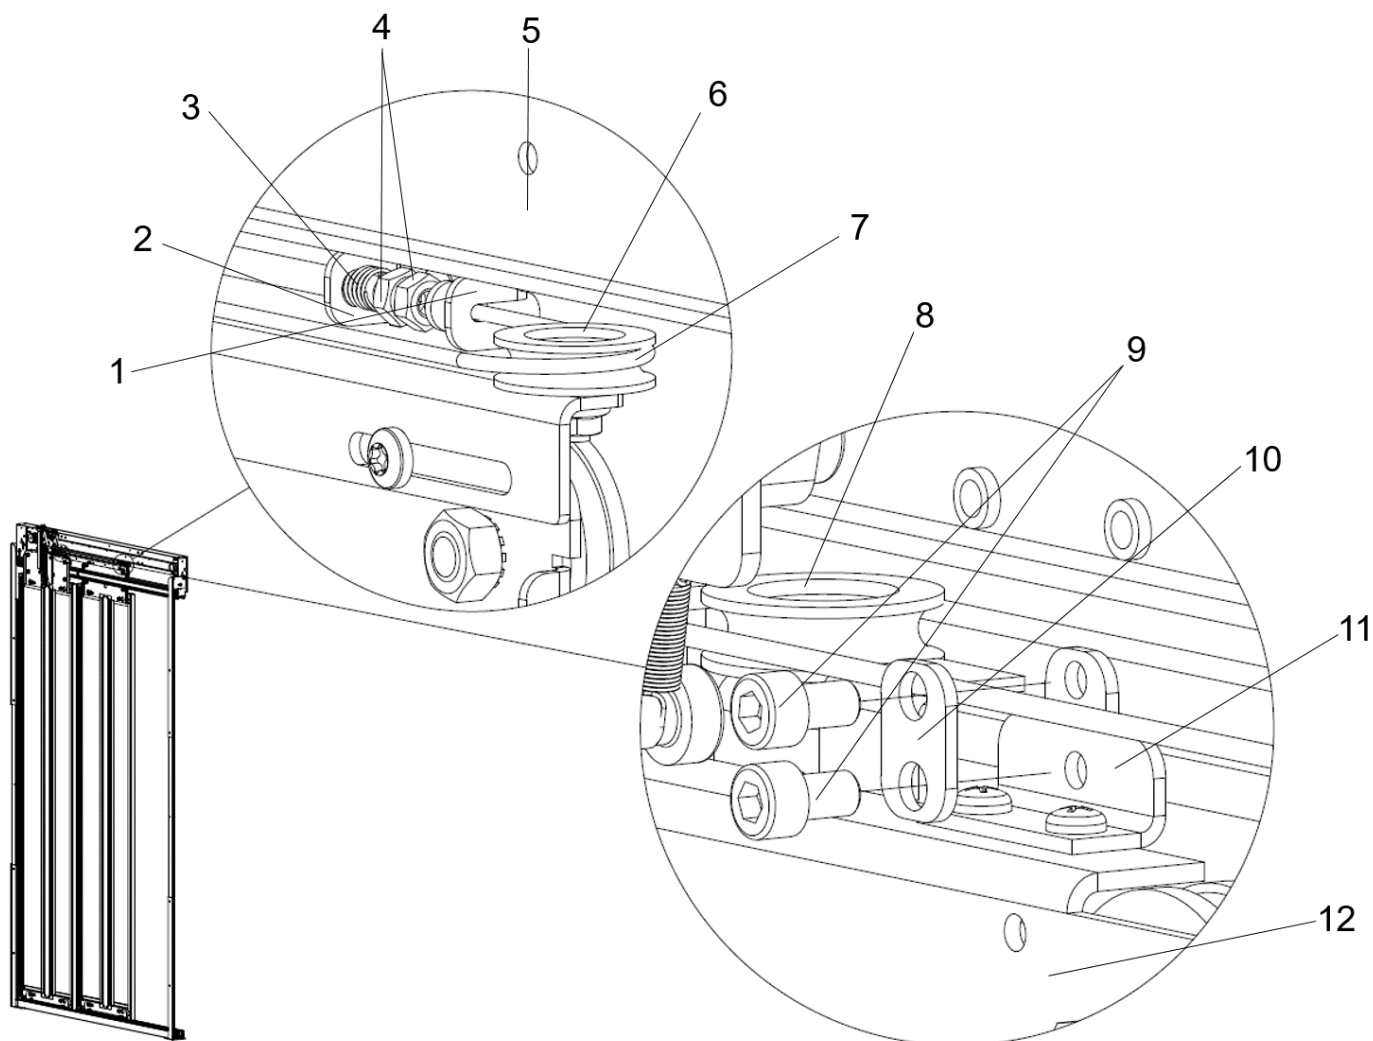

Fig. 48 Udskiftning af synkroniseringskabel
1. Løsn de møtrikker (4), som holder synkroniseringskablet (7) og fjederen (3), og skyd
synkroniseringskablet ud af det første hul (2) til synkroniseringskablet i dørboksen (5), se Fig. 48.
2. Løsn skruerne (9) og fjern den lille tilslutningsplade (10) til synkroniseringskablet fra den store tilslutningsplade (11) til synkroniseringskablet, således at synkroniseringskablet bliver løsnet fra ophængspladen til det hurtige panel (12).
3. Fjern synkroniseringskablet fra synkroniseringskabelhjulene (6) (8), og skyd det ud af det andet hul (1) til synkroniseringskablet i dørboksen.
4. Før et nyt synkroniseringskabel gennem det andet hul til synkroniseringskablet i dørboksen og omkring synkroniseringskabelhjulene. Sørg for at synkroniseringskablet er på højre side af den store tilslutningsplade (11) til synkroniseringskablet.